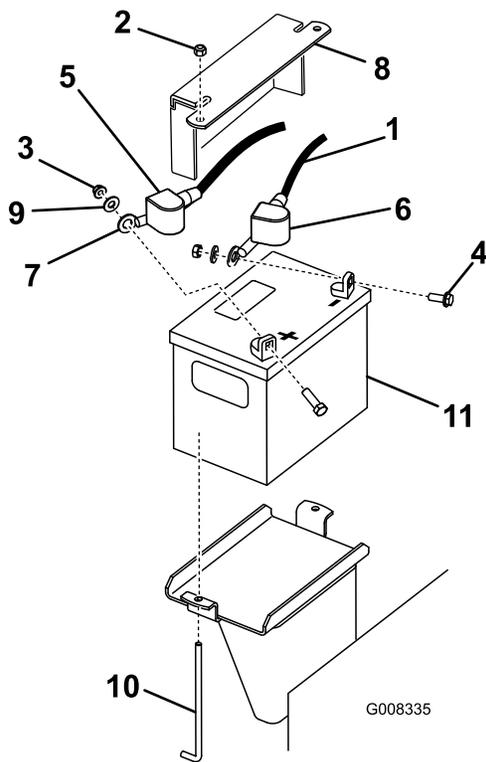

Figura 53
3. Togliete il cappuccio di gomma nero dal cavo negativo. Staccate il cavo negativo della batteria dal morsetto negativo (-) della batteria (Figura 53).
- Sfilate la guaina rossa del morsetto dal morsetto positivo (rosso) della batteria. Togliete quindi il cavo positivo (rosso) della batteria (Figura 53).
- Rimuovete la piastra di tenuta, i bulloni a J e i dadi di bloccaggio che fissano la batteria (Figura 53). Rimozione della batteria.
1. Utilizzate i fermi rimossi in precedenza per montare il cavo positivo (rosso) sul morsetto positivo (+) della batteria (Figura 53).
3. Utilizzate i fermi rimossi in precedenza per montare il cavo negativo (nero) sul morsetto negativo (-) della batteria (Figura 53).
4. Assicurate la batteria con la barra e i dadi ad alette (Figura 53).